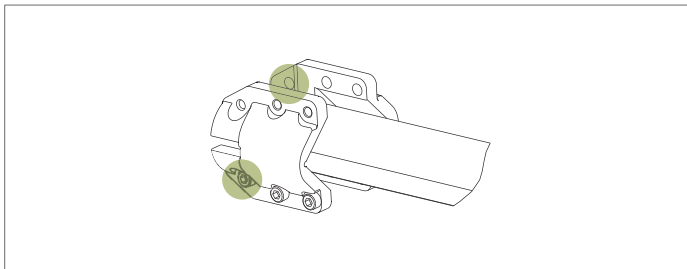

Рис. 34. Затяжка двух внешних винтов
5. Затяните два внешних винта. Момент затяжки составляет  $10 \text{ Нм} \pm 10 \%$ . См. рис. 34.
14. Затяните два внешних винта, см. рис. 34. Момент затяжки составляет  $10 \text{ Нм} \pm 10 \%$ .